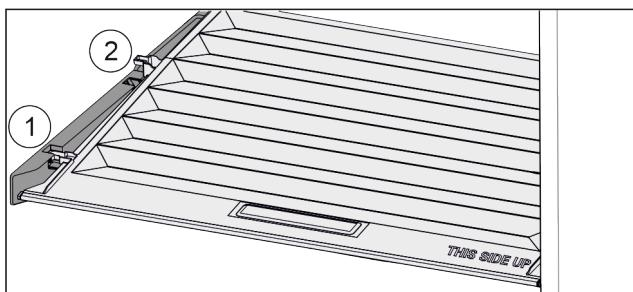

Fig. 142
- 将盖子向前拉 Fig. 142 (1)至定位件开口。
- 从下方抬起后端并向上将其移出 Fig. 142 (2)。